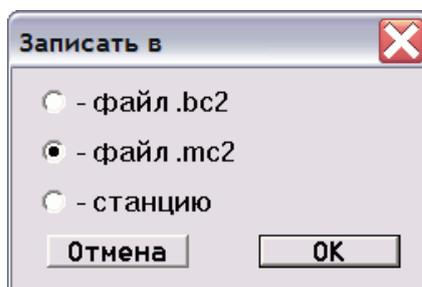

рисунок 95
3. Перейти в меню «Файл» → «Экспорт», при этом на экран выводится окно (рисунок 95).